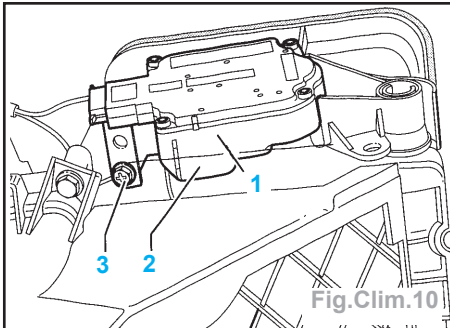

Fig.Clim.10
- Séparer le connecteur (1) (Fig.Clim.10).